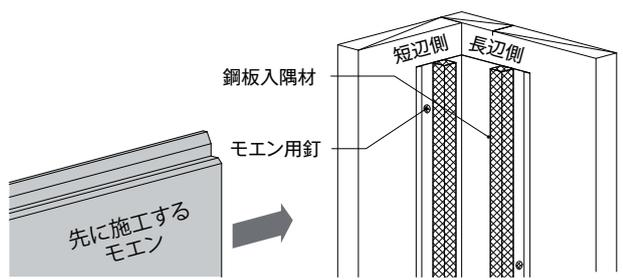

図1 鋼板入隅材の施工
- ▶ 鋼板入隅材をモエン用釘(ステンレスリング釘φ2.3×38mm)または専用ビス(φ4.1×35mm)で止水材の外側に1m以下の間隔で留め付ける。(図1参照)